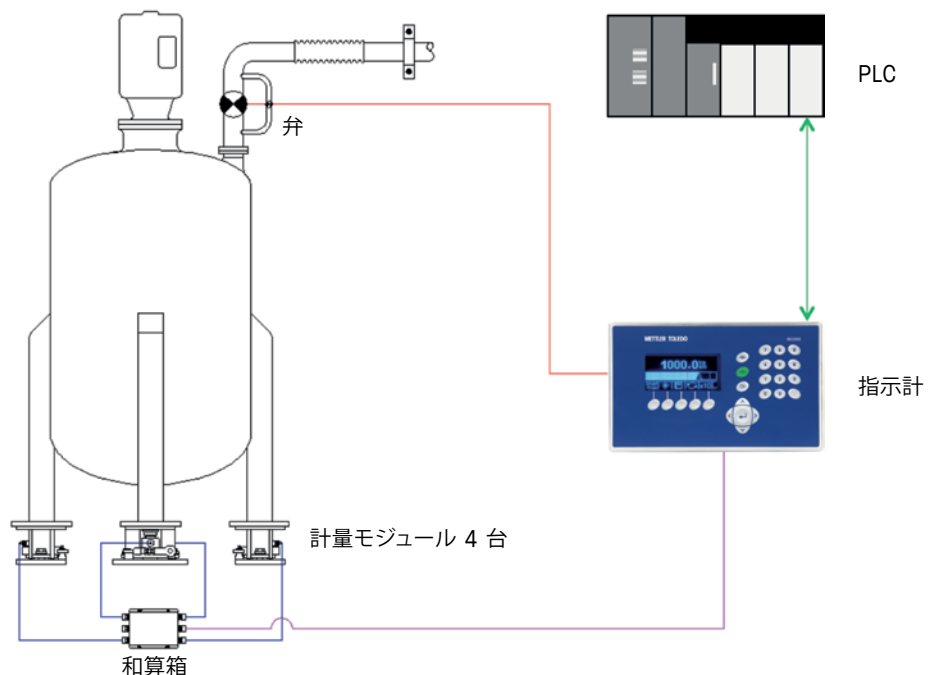

図 28: PLC と計量指示計を使用したハイブリッドバッチ制御システム
3. 図28にはハイブリッドシステムを示しています。充填制御はIND560、IND690またはIND780などの指示計で実行され、PLC/PAC が全体のプロセスを制御します。PLC/PAC は充填のタイミングやバッチ処理のパラメータ（目標重量や成分ごとの許容範囲など）を判断します。この情報は指示計にダウンロードされ、自動的にバッチプロセスを実行します。バッチ処理完了後、指示計は記録の維持、在庫管理などのために PLC/PAC にレポートできます。